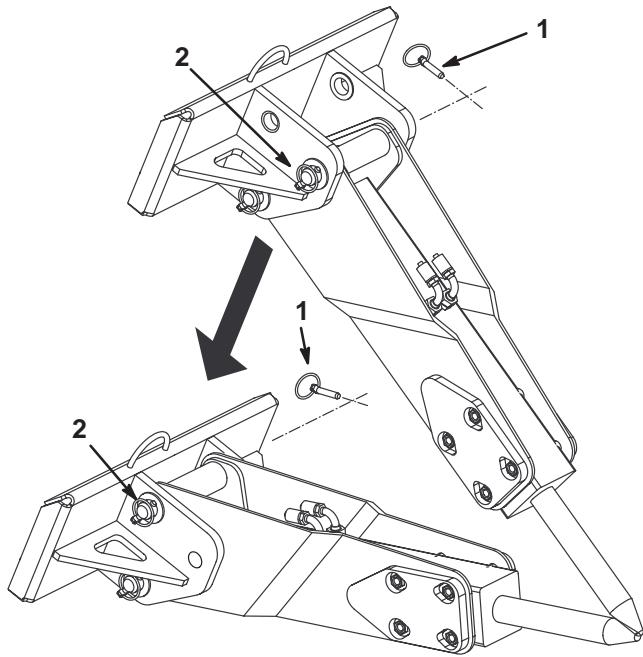

Figure 4
2. Retirez la goupille de fixation de l'axe de montage avant (Fig.4).
3. Chassez l'axe de montage avant de la défonceuse (Fig. 4).
4. Abaissez les bras de support jusqu'à ce que les trous de la défonceuse soient en face des trous supérieurs du bâti (Fig. 4).
5. Enfoncez l'axe de montage avant dans les trous supérieurs et bloquez-le en place avec la goupille (Fig. 4).